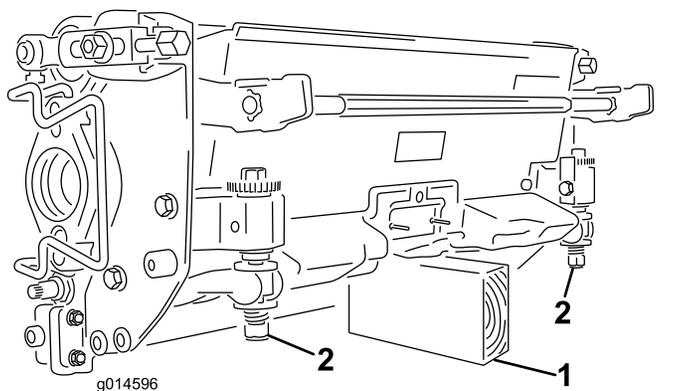

图 50
**重要事项** 当您需要翻转滚刀组时应支撑住滚刀组的后部确保底刀架调节螺丝后端的螺母不会接触工作表面图 50。